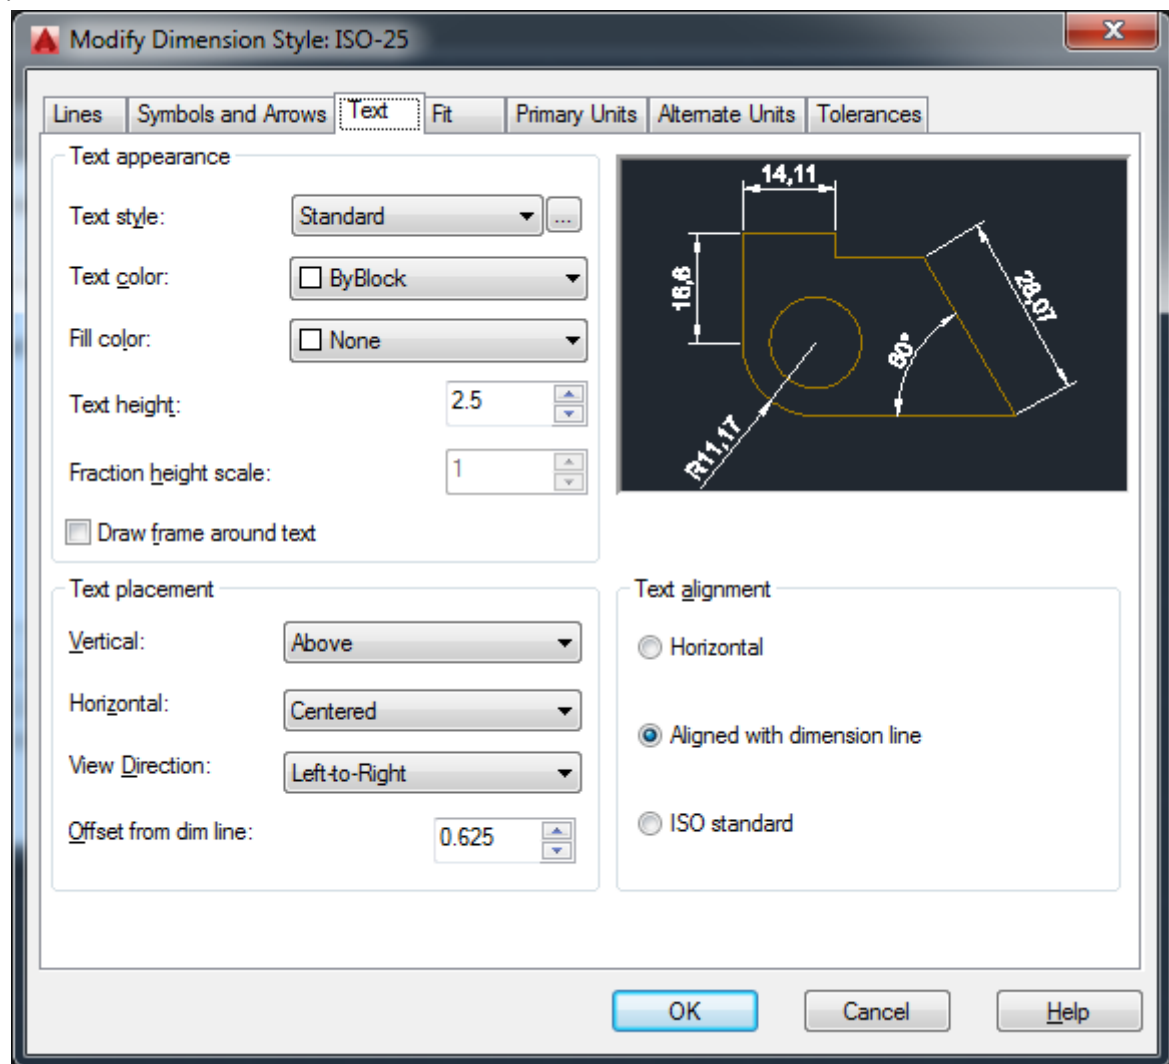

Рисунок 3.5 – Діалогове вікно вкладки Text
**Вкладка Text** (рис.3.5) призначена для визначення формату, розміщення та вирівнювання тексту.